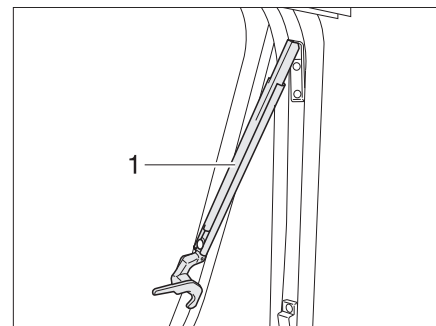

Bild 9 Ausstellfenster mit Automatik-Ausstellern, geöffnet
- Ausstellfenster bis zur gewünschten Raststellung öffnen. Der Automatik-Aussteller (Bild 9,1) rastet selbstständig ein.